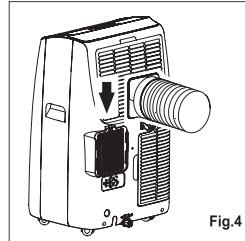

Fig.4
- 3 . Instale a entrada da mangueira na unidade (fig.4).